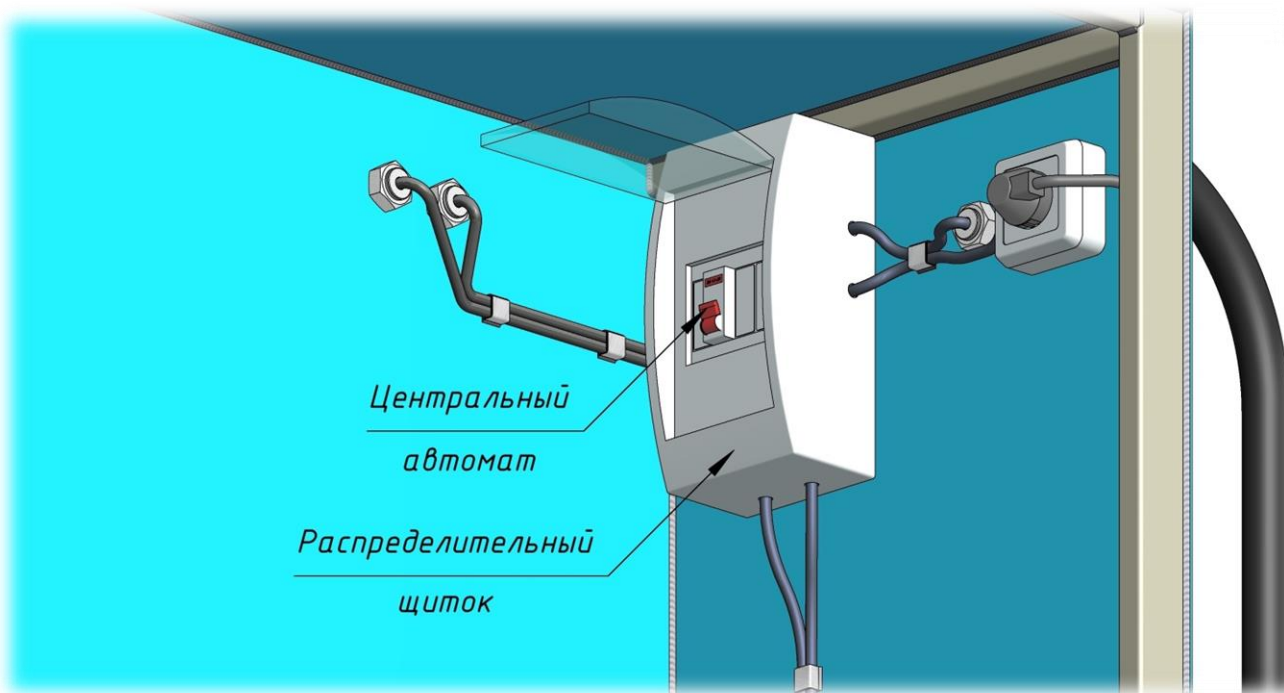

Рисунок 6
- включить центральный автомат, расположенный в распределительном щитке на правой стенке насосного отсека ПМК (смотри рис. 6);
- 5.1. Убедиться в том, что центральный автомат включен (смотри рис. 6);